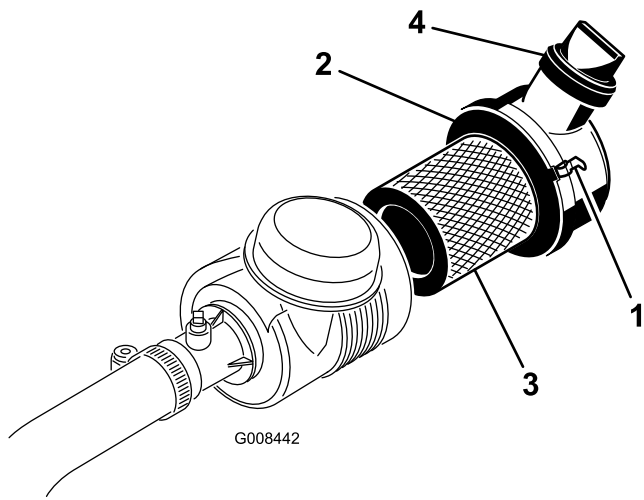

Рисунок 33
1. Отпустите защелки, фиксирующие крышку воздухоочистителя на его корпусе (Рисунок 33).
7. Убедитесь, что защелки надежно фиксируют крышку на корпусе (Рисунок 33).